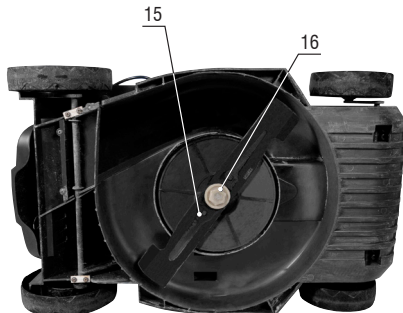

Figura 16 – Substituição da lâmina de corte
- a) Solte o parafuso de fixação da lâmina (16);
- b) Retire a lâmina (15), e a substitua (figura.16).